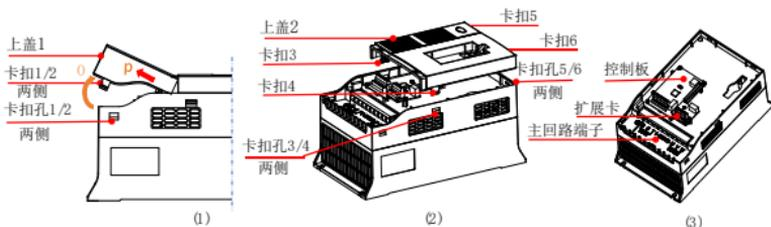

图 3-2b 3 相 400V 18.5~30kW(PB)
- 塑料外壳机型的配线准备图(3-2b):图 3-2b (1), 首先按压卡扣 1/2, 脱出后沿 O 方向旋转,沿 P 方向取下分体式上盖的其中一个,然后按压图 (2) 所示卡扣 3/4/5/6,脱出后取下分体式上盖另一个。反向操作装回。